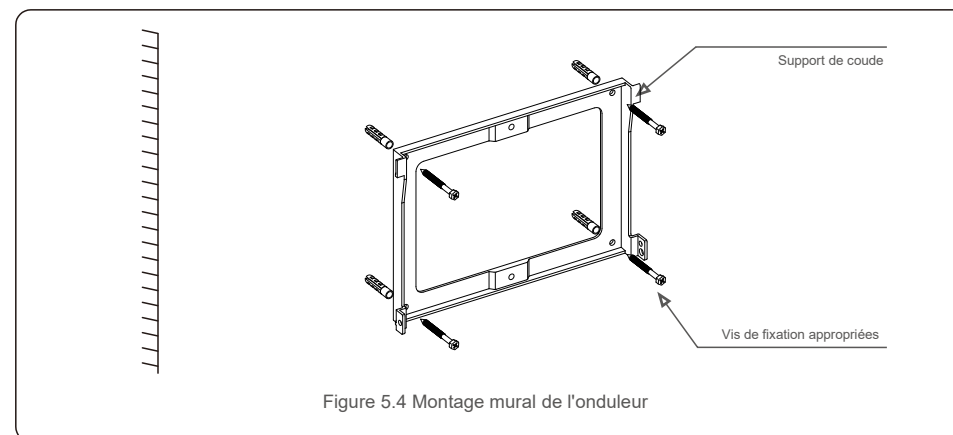

Figure 5.4 Montage mural de l'onduleur
Reportez-vous aux figures 5.4 et 5.5. L'onduleur doit être monté verticalement. Les étapes de montage de l'onduleur sont les suivantes :
1. Reportez-vous à la figure 5.4. Effectuez des trous pour les chevilles en fonction du diamètre du trou du support (Fisher HJ0108 10\*50mm tubulaire extensible pour vis taraudeuses à tête hexagonale creuse ST6.3\*60), en utilisant un perceuseur à percussion avec un foret de 10 mm. Les trous doivent être bien perpendiculaires au mur.
2. Assurez-vous que le support est bien à l'horizontale, et que les repères des trous de montage (sur la figure 5.4) sont correctement marqués. Percez les trous dans le mur au niveau des marques.